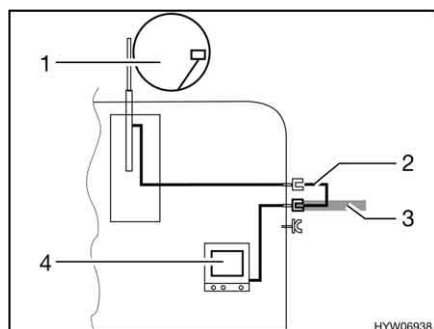

Bild 191 TV i fordonet
- TV i fordonet (Bild 191,4): Anslutning till takantenn (Bild 191,1) med anslutningskabel (Bild 191,2)
- TV i fordonet (Bild 191,4): Anslutning till extern antenn (Bild 191,3)